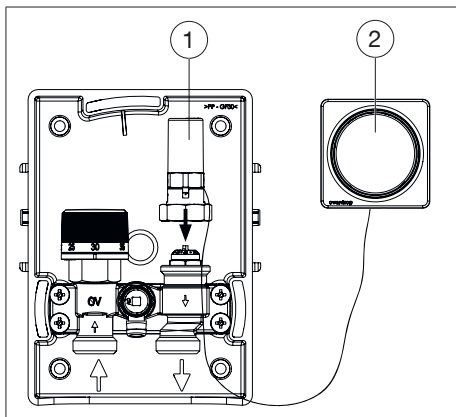

Abb. 9: Thermostat mit Fernversteller montieren
- Schrauben Sie den Stellkolben (siehe Abb. 9 auf Seite 12 (2)) auf das Ventil. Führen Sie das Kapillarrohr nach unten.